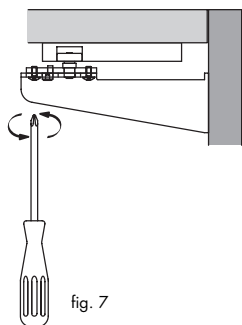

fig. 7
A) allentare le due viti di fissaggio della piastra orizzontale con un cacciavite a stella (vedi fig. 7)